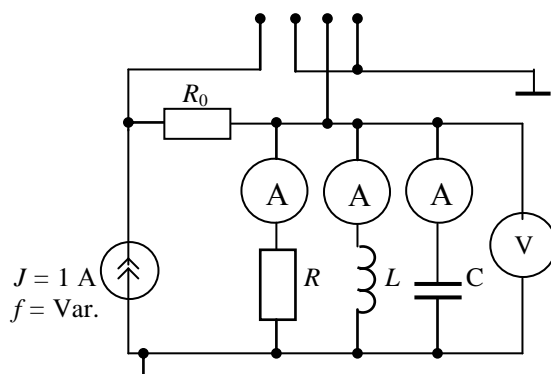

Рис.8. Параллельная цепь с RLC -ветвями
1. Собрать электрическую схему (рис.8). Параметры схемы приведены в табл.2.